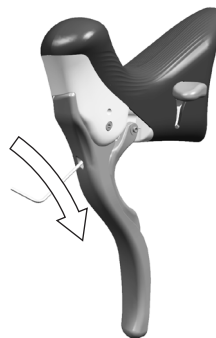
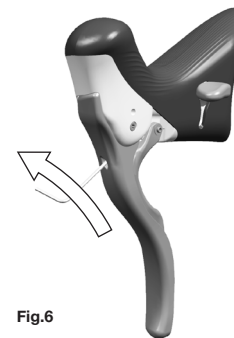

Fig.5
Fig.6
- Tourner dans le sens inverse des aiguilles d'une montre pour éloigner le levier du guidon (Fig.5), ou tourner dans le sens des aiguilles d'une montre pour approcher le levier du guidon (Fig.6).